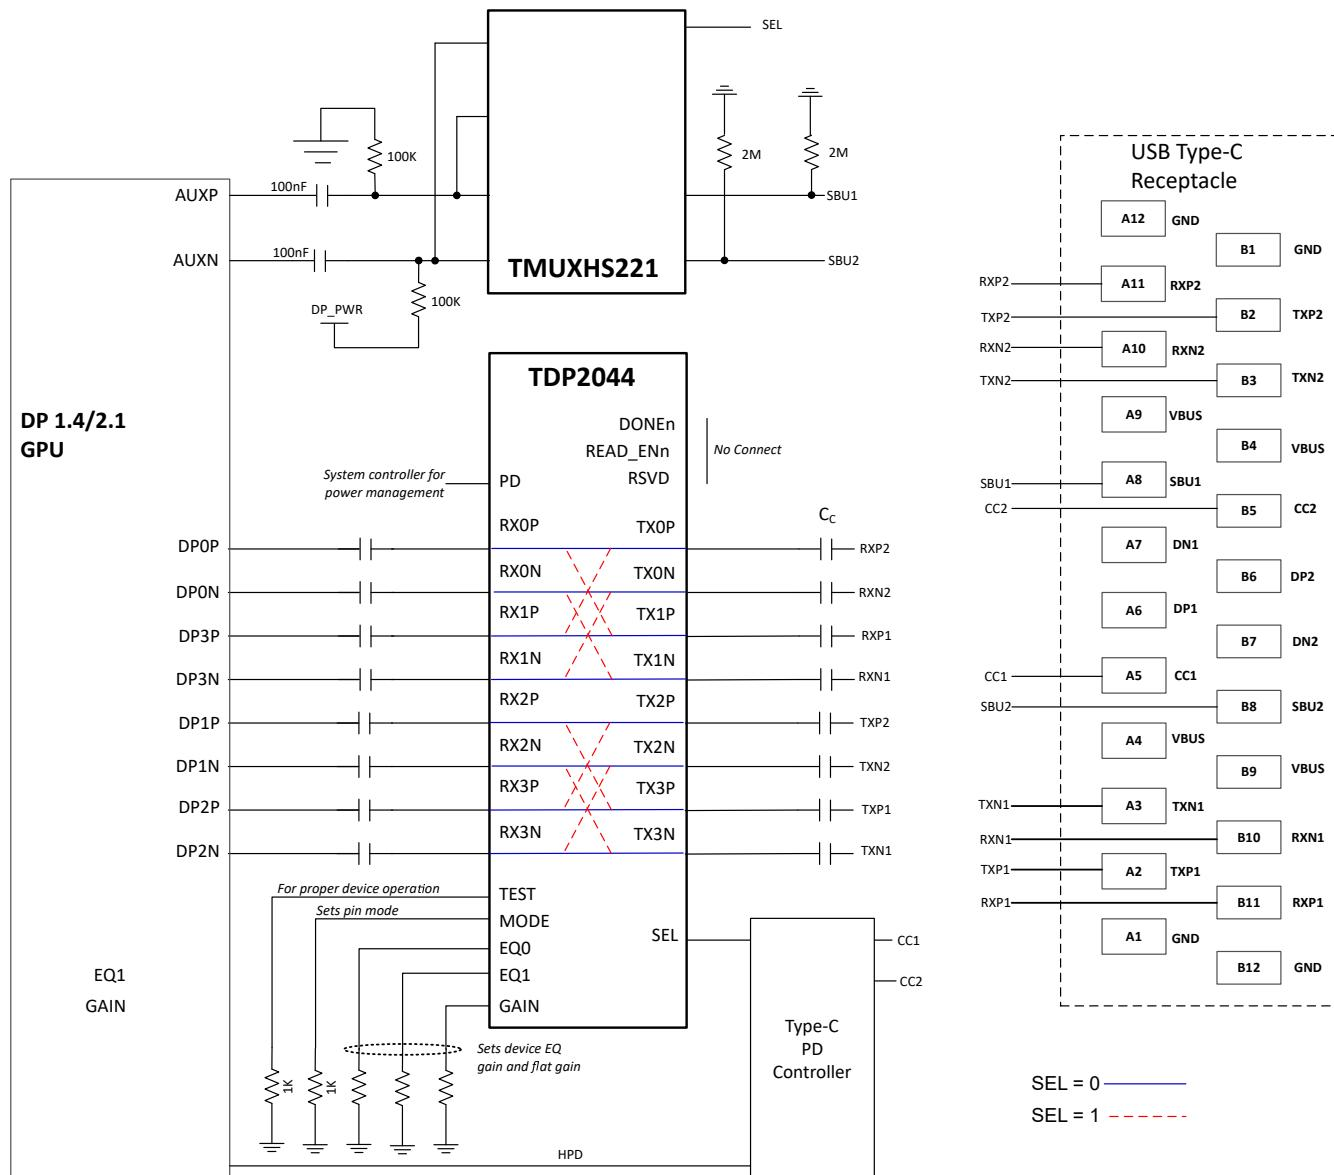

图 7-2. USB-C 交替模式源应用的简化原理图
TDP2044 为四个 DP 主链路通道以及 4:4 交叉点（通道重定向）功能提供信号调节。该器件是一款线性转接驱动器，与 DP 链路训练无关。显示源和接收端之间的 DP 链路训练协商通过该器件有效实施。转接驱动器与无源布线、电缆和其他通道元件一起成为电气通道的一部分，从而产生理想的源和接收端参数，进而优化电气链路。图 7-2 显示了使用 TDP2044 在源应用中实现 USB Type-C DP 交替模式的 DisplayPort 应用的简化原理图。USB 电力输送 (PD) 器件根据 USB Type-C 电缆插头位置控制交叉点多路复用器极性信号 SEL。
DisplayPort 边带信号 AUXp,n 和 HPD 被旁路。一个诸如 TMUXHS221 之类的外部多路复用器可为 SBU 信号提供翻转功能，如图 7-2 中所示。利用 PD 引脚，反相 HPD 信号可用于控制器件待机运行；但必须对 HPD 中断信号进行适当的滤波。